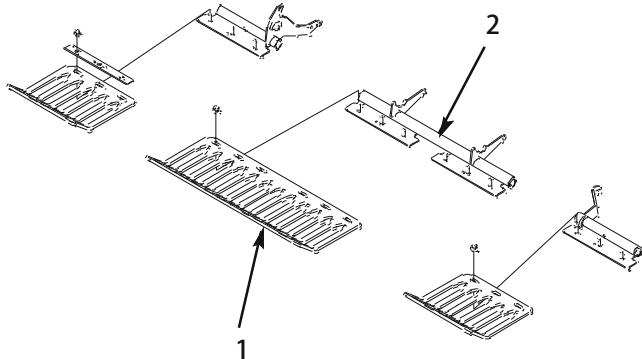

図 24
3. ターフ・ガード・ブラケットにターフ・ガード 4 本を仮止めする(図24; 全部で 12 本のフランジ・ナットを使用)。この時点ではまだ本締めしないこと。
注: ターフ・ガード・クランプとフランジ・ナットはターフ・ガード・ブラケットに取り付けて出荷されています(図24)